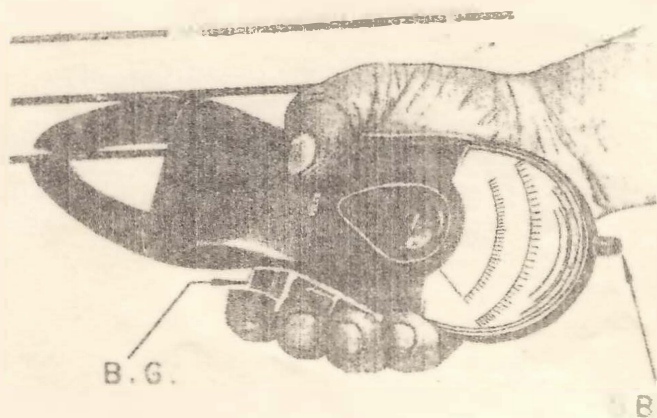

Fig. 2
El aparato de la fig.2 también sirve como voltímetro poniendo el botón selector en la parte roja que dice Voltios e insertando los conductores de medición en el receptáculo (V) marcado Voltios.